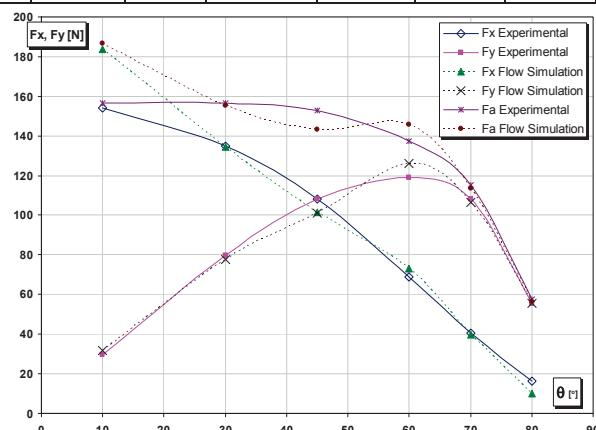

Fig. 15.23
Valorile furnizate în Excel prin opțiunea **Goal Plot**, au fost centralizate în tab. 1, pentru toate cele şase unghiuri  $\theta$  de dispunere a plăcii. Graficul din fig. 15.23 prezintă comparativ curbele celor două componente ale forței aerodinamice: forță de rezistență la înaintare  $\vec{F}_x$  și forță portantă  $\vec{F}_y$ , calculate pe baza relațiilor (1) și (2) și a coeficienților determinați experimental din fig. 15.2 respectiv a acelorași forțe rezultante din studiile Flow Simulation. Tab. 2 prezintă comparativ valorile forței aerodinamice calculate prin rel. (3).
The Excel values from **Goal Plot** option was centralized in the tab. 1, for all six values of the  $\theta$  angle. The diagram from fig. 15.23 show a comparison between the Flow Simulation and the calculated values of the drag force  $\vec{F}_x$  and lift force  $\vec{F}_y$ . The values were calculated by using relations (1) and (2) and with the coefficients values resulted from fig. 15.2. Tab. 2 show the aerodynamic force values calculated through rel. (3).
- Curbele din fig. 15.23 confirmă o bună coincidență a celor două componente ale forței aerodinamice, exceptând limitele extreme, unde diferențele sunt mai mari pentru componenta  $F_x$ .
- The curves from fig. 15.23 confirm a good coincidence of the two components of the aerodynamic force, except for the the extreme limits (10 and 80 degrees) where the differences are greater for the  $F_x$  component.